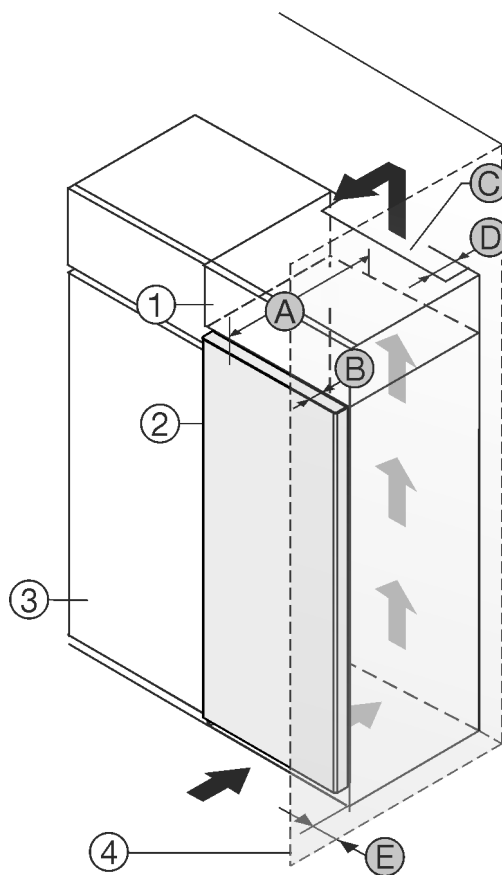

Fig. 1
- (1) Nástavná skříňka *
- (2) Příklad *
- (3) Kuchyňská skříň *
- (4) Stěna *
- (A) Hloubka přístroje *
- (B) Hloubka dvířek *
- (C) Větrací průřez *
- (D) Vzdálenost zadní strany přístroje *
- (E) Vzdálenost k zadní straně přístroje *
Můžete přístroj nainstalovat přímo vedle kuchyňské skříňky Fig. 1 (3).*
Na zadní straně nástavné skříňky musí být větrací šachta hluboká Fig. 1 (D) přes celou šířku nástavné skříňky.*
Pod stropem místnosti musí být dodržen větrací průřez Fig. 1 (C).*
Když přístroj instalujete závěsy vedle stěny Fig. 1 (4), musí být vzdálenost mezi přístrojem a stěnou minimálně 13 mm.*
Aby bylo možné dvířka plně otevřít, musí přístroj přesahovat o hloubku dvířek Fig. 1 (B) vůči přední linii kuchyňské skříňky. V závislosti na hloubce kuchyňských skříňek Fig. 1 (3) a použití vymezovačů odstup od stěny může přístroj vyčnívat dále.*